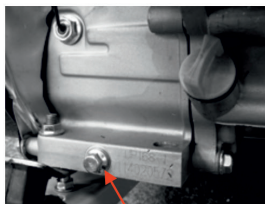

Рис. 15
3. Выкрутите сливной болт (рис. 15, 16).